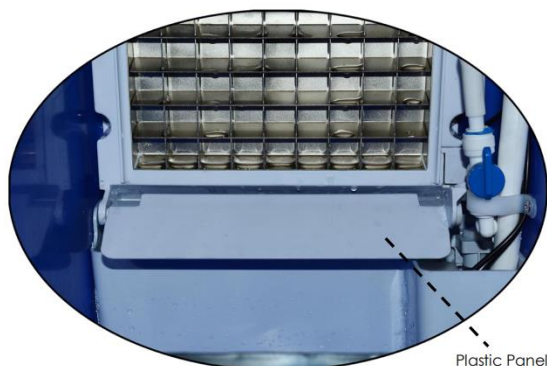

Fig.1
4. All'aumentare della produzione di cubetti di ghiaccio, il pannello di plastica all'interno dell'apparecchio (Fig. 1) può essere pressato con cubetti di ghiaccio. Quando il pannello di